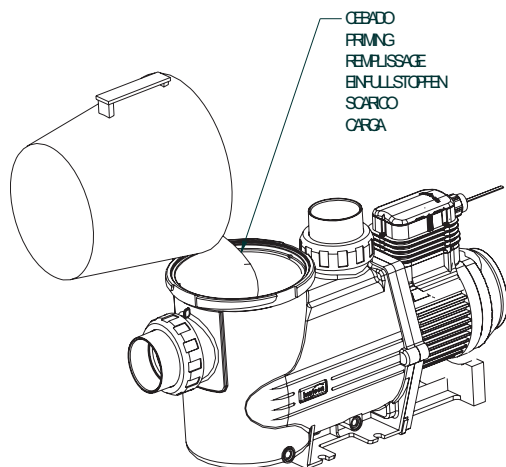

Fig. 4
- Nei casi in cui una pompa autoadescante debba essere installata sopra il livello dell'acqua, il dislivello non deve essere superiore a 2 metri (Fig. 4), assicurandosi che il tubo di aspirazione sia il più corto possibile, poiché un tubo lungo aumenterebbe i tempi di drenaggio e le perdite di carico nell'impianto.